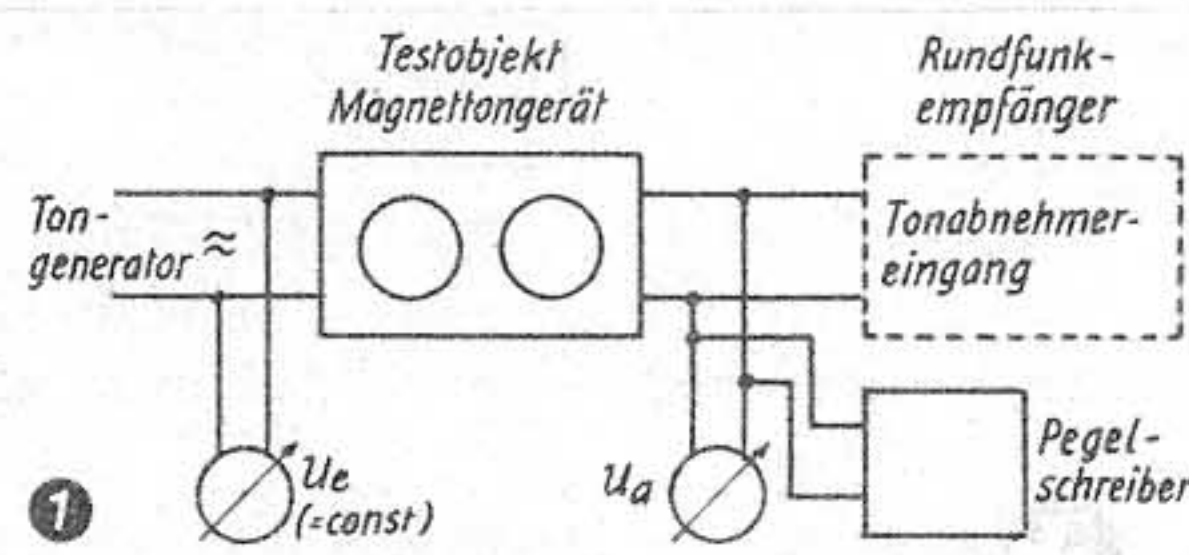

Abb. 1. Meßanordnung
- Diese Geräte wurden so verwendet, „wie sie aus dem Laden kamen“, d. h., es wurde weder an der Vormagnetisierung noch an einem Schaltelement, das den Frequenzgang hätte beeinflussen können, etwas verändert. Die Messung geschah prinzipiell nach dem Schema der Abb. 1.